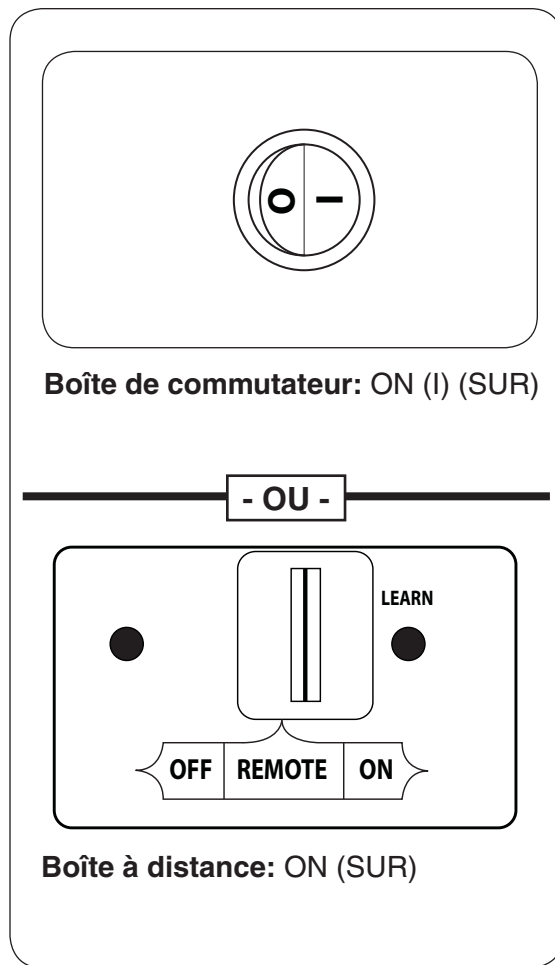

Fig. 30-1 Allumage manuel
1. **Boîte De Commutateur Modèles:** Repérez l'interrupteur ON/OFF (sur/éteindre) à l'avant de la boîte de commutation. Appuyez sur l'interrupteur sur la position **ON (I)** (sur). Voir Fig. 30-1.
Boîte À Distance Modèles: Situez l'interrupteur à 3 positions sur le récepteur à distance (voir la Fig.30-1.), Et faites glisser le commutateur à la position **ON** (sur).